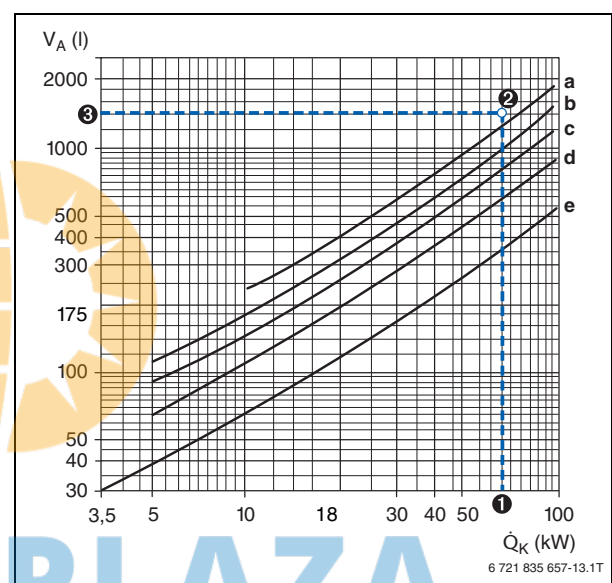

Bild 17 Anhaltswerte für den durchschnittlichen Wasserinhalt von Heizungsanlagen (nach ZVH-Richtlinie 12.02)
In Abhängigkeit von verschiedenen Parametern der Heizungsanlage lässt sich das Anlagenvolumen aus Bild 17 ablesen.
(→ Bild 17, Kurve a)
Das nach Punkt ③ aus dem Bild 17 abgelesene Anlagenvolumen muss kleiner sein als das maximal zulässige Anlagenvolumen ④. Trifft das nicht zu, ist ein größeres Ausdehnungsgefäß zu wählen.
- ① Vorlauftemperatur (→ Tabelle 9): $\vartheta_V = \leq 50\text{ °C}$
- ② Vordruck des AG (→ Tabelle 9): $p_0 = 1,5\text{ bar}$
- ③ Anlagenvolumen (→ Bild 17): $V_A = 1400\text{ l}$
- ④ Erforderlich ist ein AG mit 80 l Inhalt (→ Tabelle 9), weil hierfür das nach Bild 17 ermittelte Anlagenvolumen ③ kleiner als das maximal zulässige Anlagenvolumen ist.